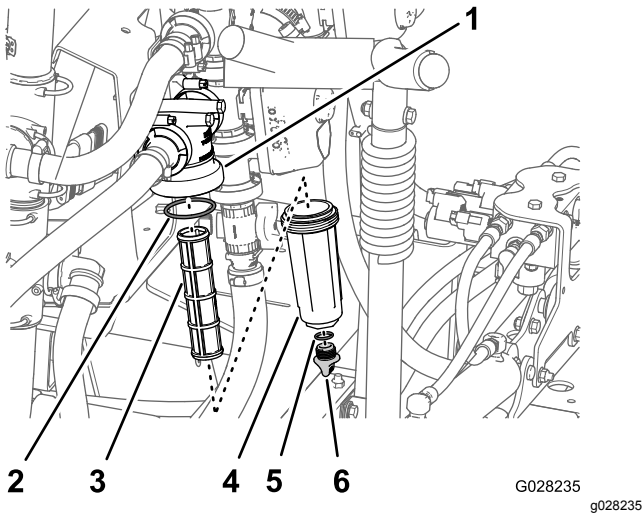

Figure 82
2. Placez un bac de vidange sous le filtre sous pression (Figure 82).
3. Tournez le bouchon de vidange dans le sens antihoraire et déposez-le de la cuvette du filtre sous pression (Figure 82).
4. Tournez la cuvette dans le sens antihoraire et déposez la tête du filtre (Figure 82).
5. Retirez l'élément du filtre sous pression usagé (Figure 82).
6. Contrôlez l'état et l'usure du joint torique du bouchon de vidange (à l'intérieur de la cuvette) et du joint torique de la cuvette (à l'intérieur de la tête du filtre) (Figure 82).
7. Montez le nouvel élément filtrant dans la tête du filtre sous pression (Figure 82).
8. Vissez la cuvette sur la tête du filtre à la main (Figure 82).
9. Vissez le bouchon sur la cuvette à la main (Figure 82).